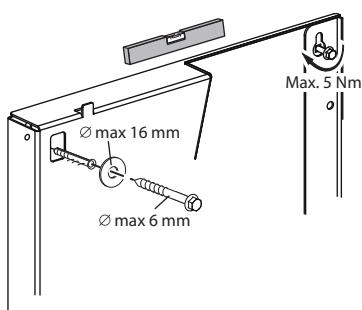

Fig. 3: Wandmontage
- Sluit aan op laagspanningsnetten met 230 V. Bij aansluiting op IT-netwerken (Isolé Terre-aardingssysteem) altijd zorgen dat de spanning tussen de fases (L1-L2, L2-L3, L3-L1 → Fig. 3) niet hoger wordt dan 230 V.